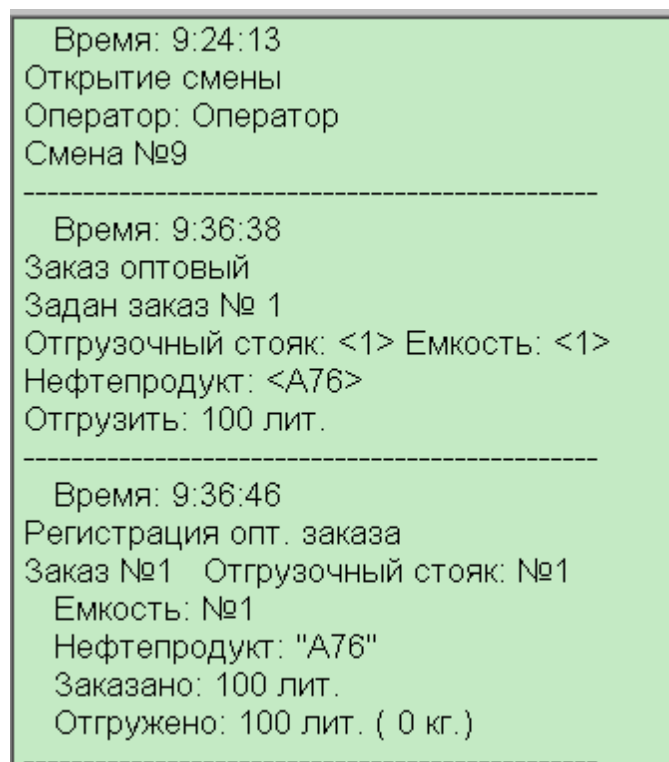

Рисунок 6. Окно протокола.
- **Главное меню** – содержит три основных раздела: **Управление**, **Отчеты**, **Помощь**. Управление программой может осуществляться как нажатием "горячих клавиш", расположенных справа от названий пунктов меню, так и с помощью мыши (рисунок 6). Справку по "горячим клавишам" можно получить, нажав клавишу <F1>;